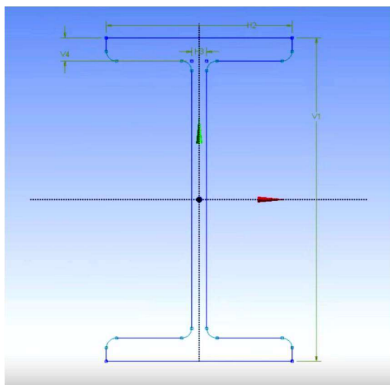

Рис. 2.2. Профіль балки симетричний відносно осі.
**Вихідні дані:** Ескіз балки приведено на рис. 2.2.